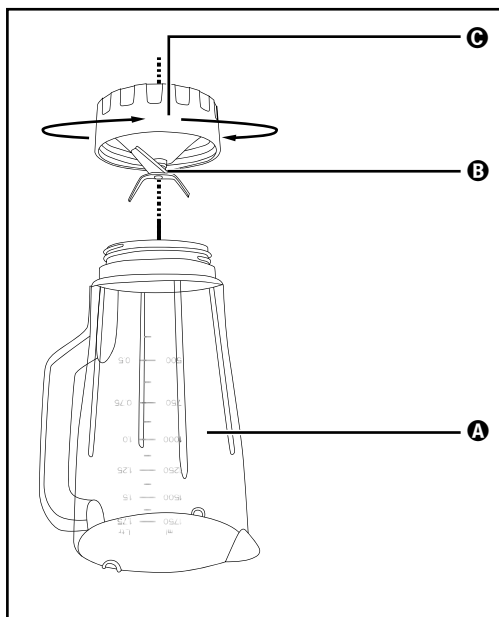

Fig. 3
- 2) Așezați aparatul cu capul în jos și rotiți componenta inferioară de plastic ❸ a recipientului de amestecare ❸ în sens antiorar, astfel încât să se poată desprinde de piesa superioară de plastic ❶ a recipientului de amestecare ❸ (a se vedea fig. 3).